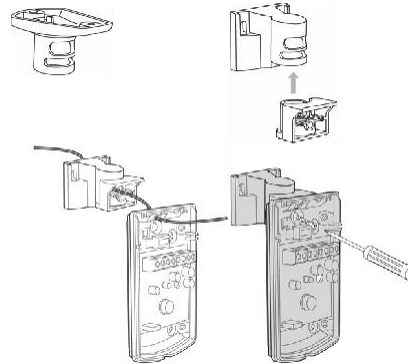

Рис.7
Детектор можна встановити на стіні або в кутку. Якщо потрібно встановити детектор на стелі або на спеціальній стіні, використовуйте додатковий кронштейн. Див. опис кронштейна. (Див. рис. 7).
4. Круглі та прямокутні виїмки в нижній частині основи є отворами для проходження дроту. Ви також можете використовувати монтажні отвори, які не використовуються, для прокладення дроту в детектор. (Для варіанту з кронштейном – пропустіть дріт через кронштейн – рис. 7).
5. Встановіть основу детектора на стіну, в кут або на стелю. (Для варіанту з кронштейном див. рис. 7).